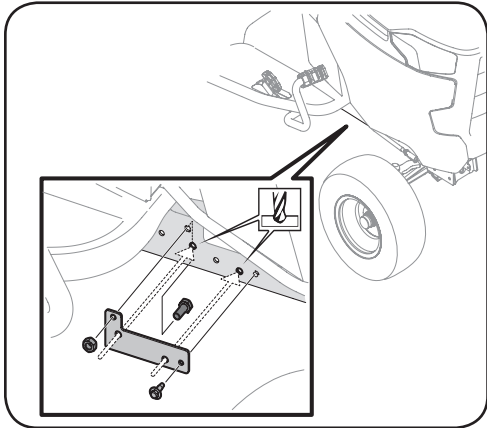

Figure 3-21
1. Alignez le gabarit A sur le côté droit de l'appareil, puis fixez-le en place à l'aide du boulon hexagonal, de l'écrou et du boulon fournis dans l'ensemble d'installation. Voir Figure 3-21.
2. Percez les trous à l'aide de la mèche de 9/32" fournie dans l'ensemble d'installation. Voir Figure 3-21.
4. Alignez le gabarit B sur le côté gauche de l'appareil, puis fixez-le en place à l'aide des boulons hexagonaux et des écrous fournis dans l'ensemble d'installation. Voir Figure 3-21.